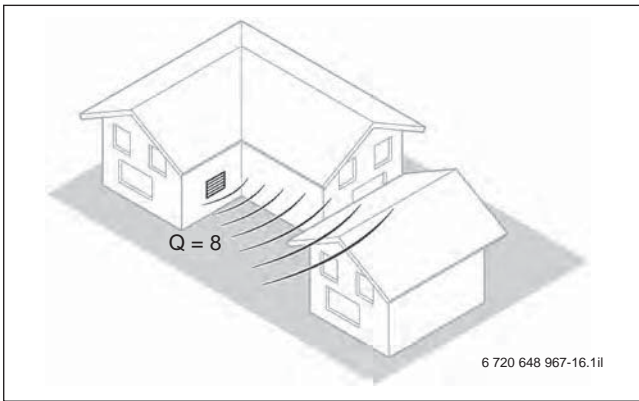

Bild 39 Wärmepumpe oder Lufteinlass/Luftauslass (bei Innenaufstellung) an einer Hauswand bei einpringender Fassadenecke, Abstrahlung in den Achtelraum (Q = 8);
Folgende Tabelle erleichtert die überschlägige Berechnung. Das Beispiel aus Bild 39 ist in der Tabelle 54 markiert. Um den Schalldruckpegel beim Empfänger (Nachbar) in 10 m Abstand von der Wärmepumpe zu berechnen, gilt hier: 61 dB(A) Schallleistung - 22 dB(A) Reduzierung des Schalldruckpegels = 39 dB(A)